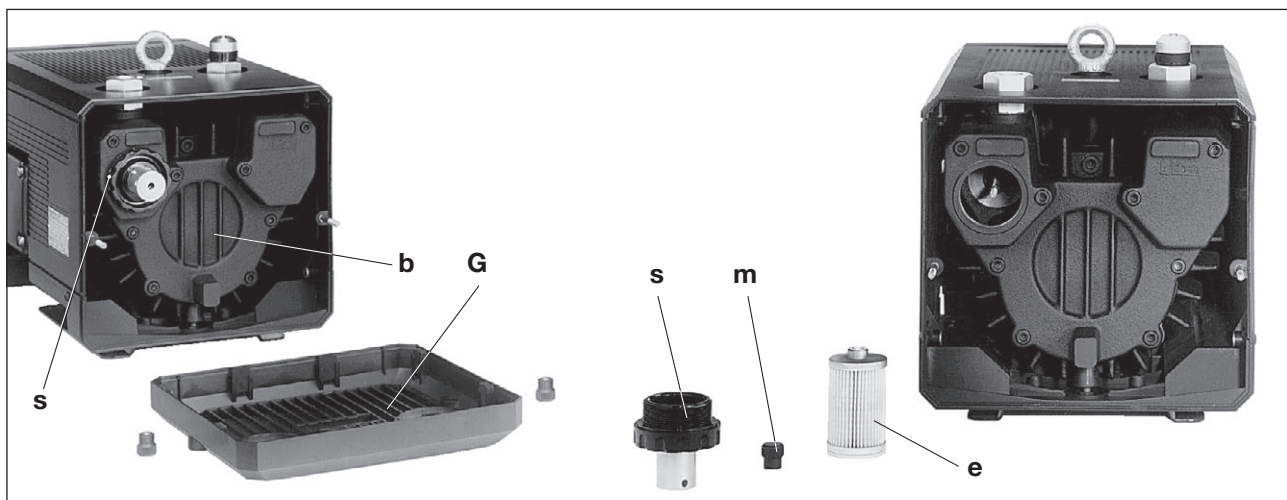

Fig. 5 Filtraggio aria
La cartuccia filtro dell'aria di aspirazione (Fig. 5/e) deve essere pulita mensilmente o in base all'inquinamento anche più frequentemente, soffiando dall'interno verso l'esterno. Nonostante la pulizia del filtro il grado di separazione peggiorerà costantemente. Per questo motivo il filtro deve essere sostituito ogni sei mesi.
V-V-VTN (01) (11): Svitare la griglia di scarico (Fig. 5/G).
Allentare il coperchio a vite (Fig. 5/s) e il pomello zigrinato (Fig. 5/m). Estrarre la cartuccia del filtro (Fig. 5/e) e pulirla, ev. sostituirla. Il montaggio avviene in senso inverso.